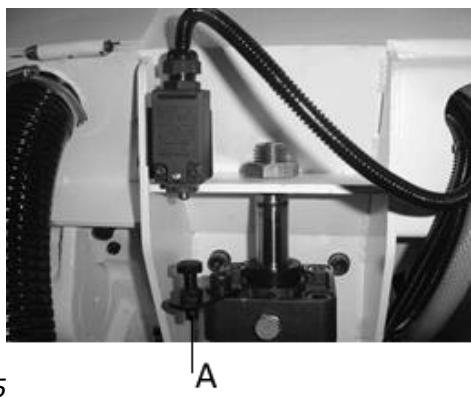

Рис.5
(A, рис.5), расположенного с обратной стороны пильной рамы.
Значение скорости скорости движения ленточного полотна регулируется перестановкой ремня (C) на шкивах (B), Рис.5.